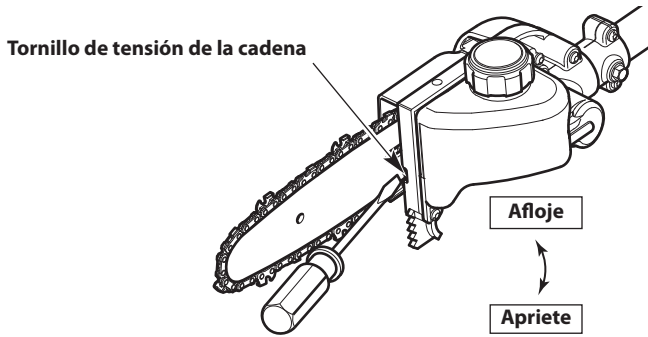

Fig. 20
2. Sostenga la punta de la barra de guía hacia arriba (Fig. 19) y con un destornillador de cabeza plana gire el tornillo de tensión de la cadena (Fig. 20).